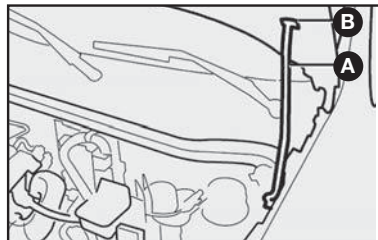

fig. 58
3) Levante el capó por la parte central y al mismo tiempo, suelte la varilla de fijación **A**-fig. 58 de su dispositivo de bloqueo.
1) Manténgalo levantado con una mano y con la otra quite la varilla **A-fig. 58** del alojamiento **B** y colóquela en su dispositivo de bloqueo.